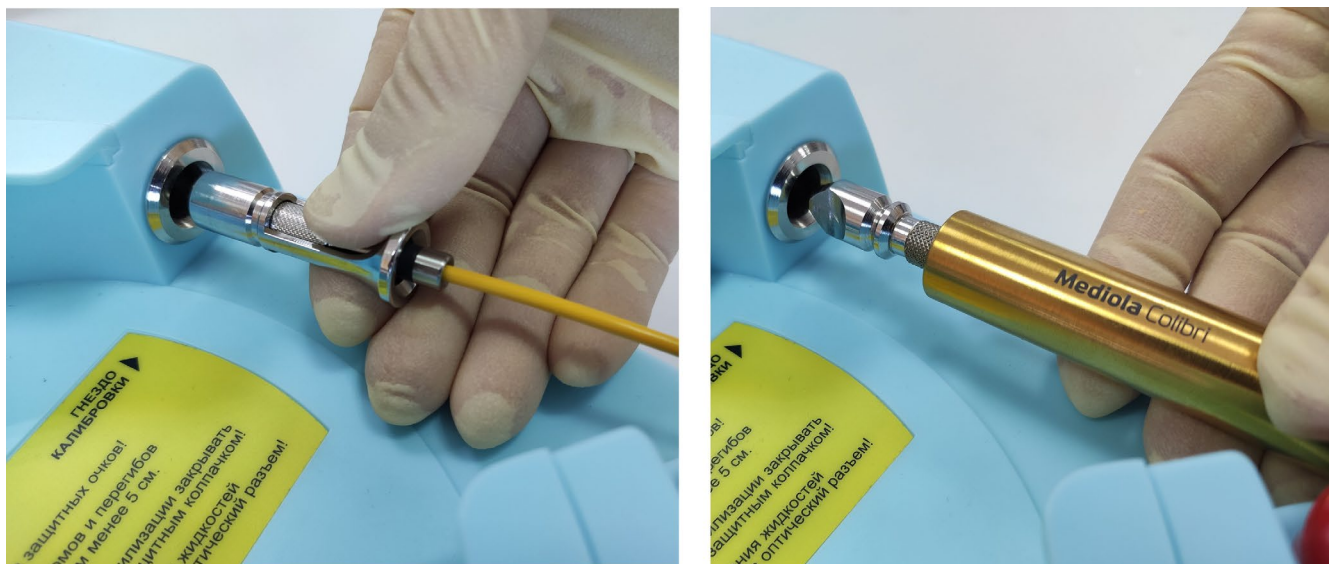

Рисунок 18 – Установка лотка или адаптера в гнездо калибровки
- вставить лоток или адаптер в гнездо калибровки до щелчка (см. рисунок 18)
- «ПРОВЕРЬТЕ УСТАНОВКУ ЛОТКА КАЛИБРОВКИ» – лоток (адаптер) не установлен в гнездо калибровки блока генерации лазерного излучения (см. рисунок 18).